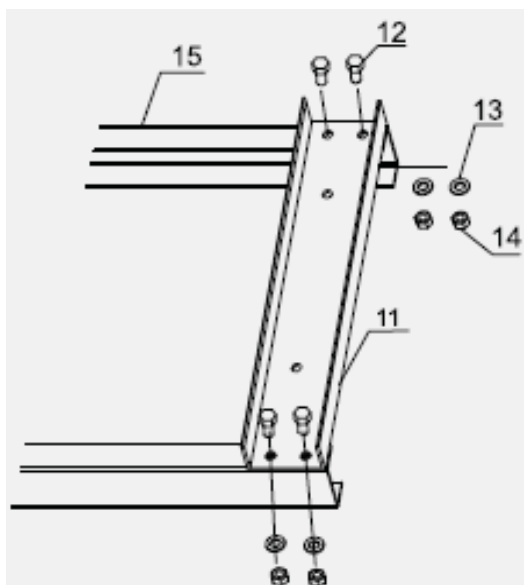

Рис. 1
2. Поместите стойки рамы (15) на устойчивую, плоскую и ровную поверхность. Совместите отверстия на верхней балке (11) с отверстиями в верхней части стоек рамы (15) и закрепите их на месте болтами (12), шайбами (13) и гайками (14). См. рисунок 1.